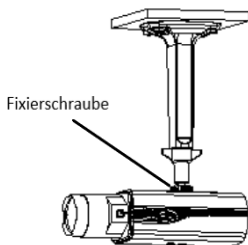

Abbildung 2-3 Kamera befestigen
2. Schrauben Sie die Kamera auf die Halterung und ziehen Sie die Fixierschraube fest, wie in Abbildung 2-3 gezeigt.